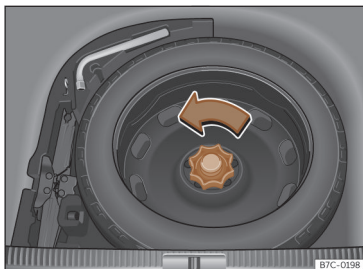

Fig. 230 En el maletero: piso de carga alzado.
- Gire la ruedecilla en sentido contrario a las agujas del reloj >>> **fig. 230**.